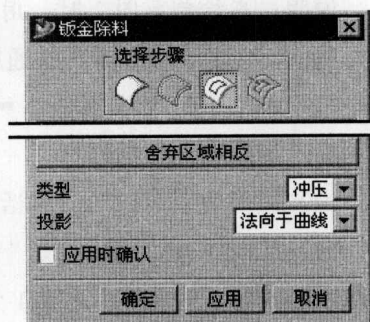

图 1.12 “钣金除料”对话框
(1) 选择下拉菜单 **插入(S) → 钣金特征(H) → 除料(C)** 命令，系统弹出图 1.12 所示的“钣金除料”对话框。